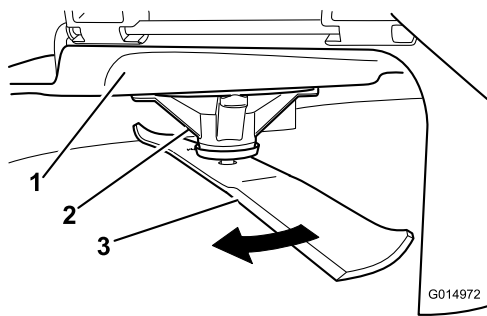

Figura 59
2. Purtați mâinile cu protecție corespunzătoare sau alte protecții adecvate pentru mâini și roții încet lama într-o poziție care vă permite să măsurați distanța dintre marginea de tăiere și suprafața uniformă pe care se află maina (Figura 59).